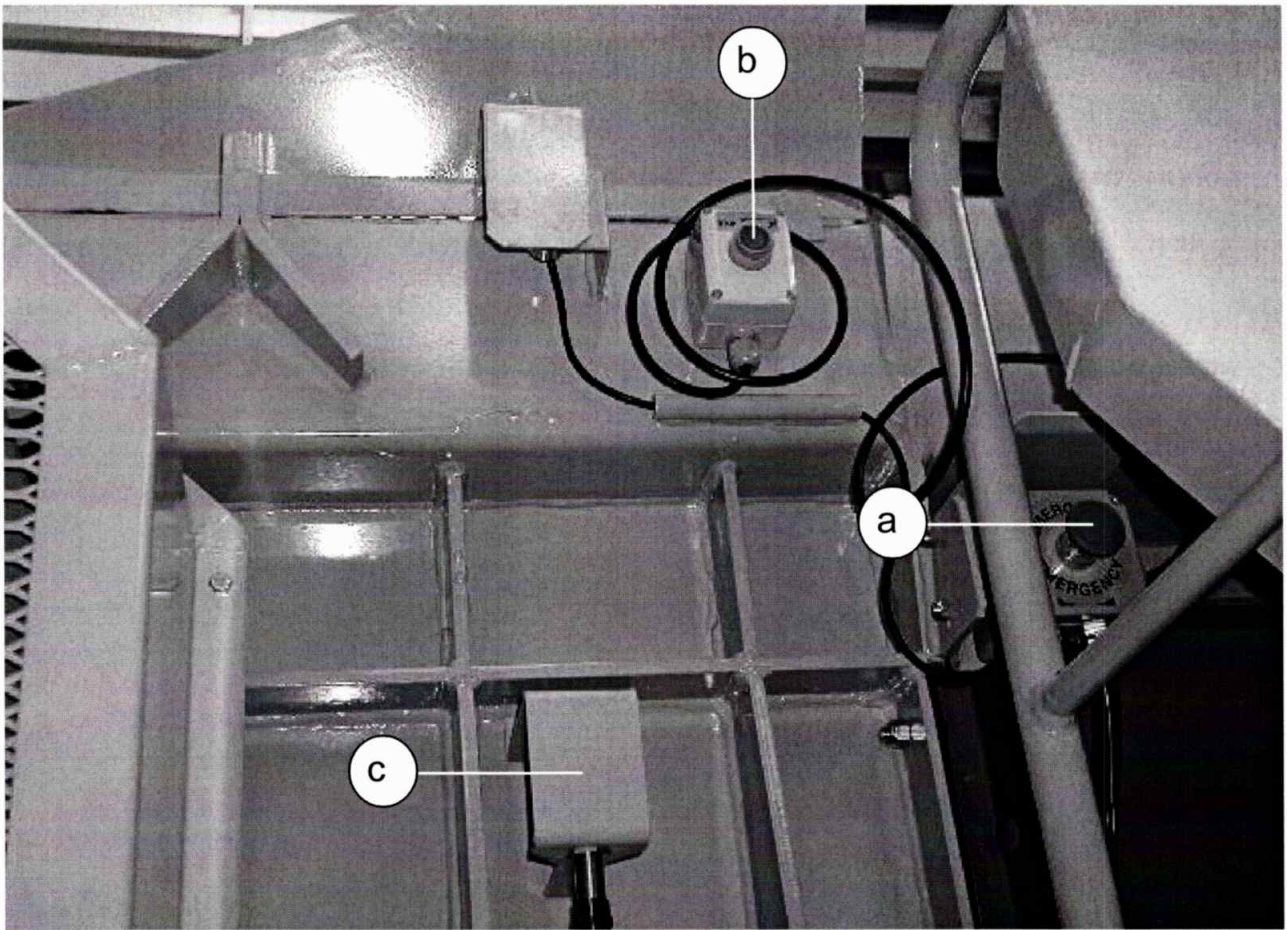
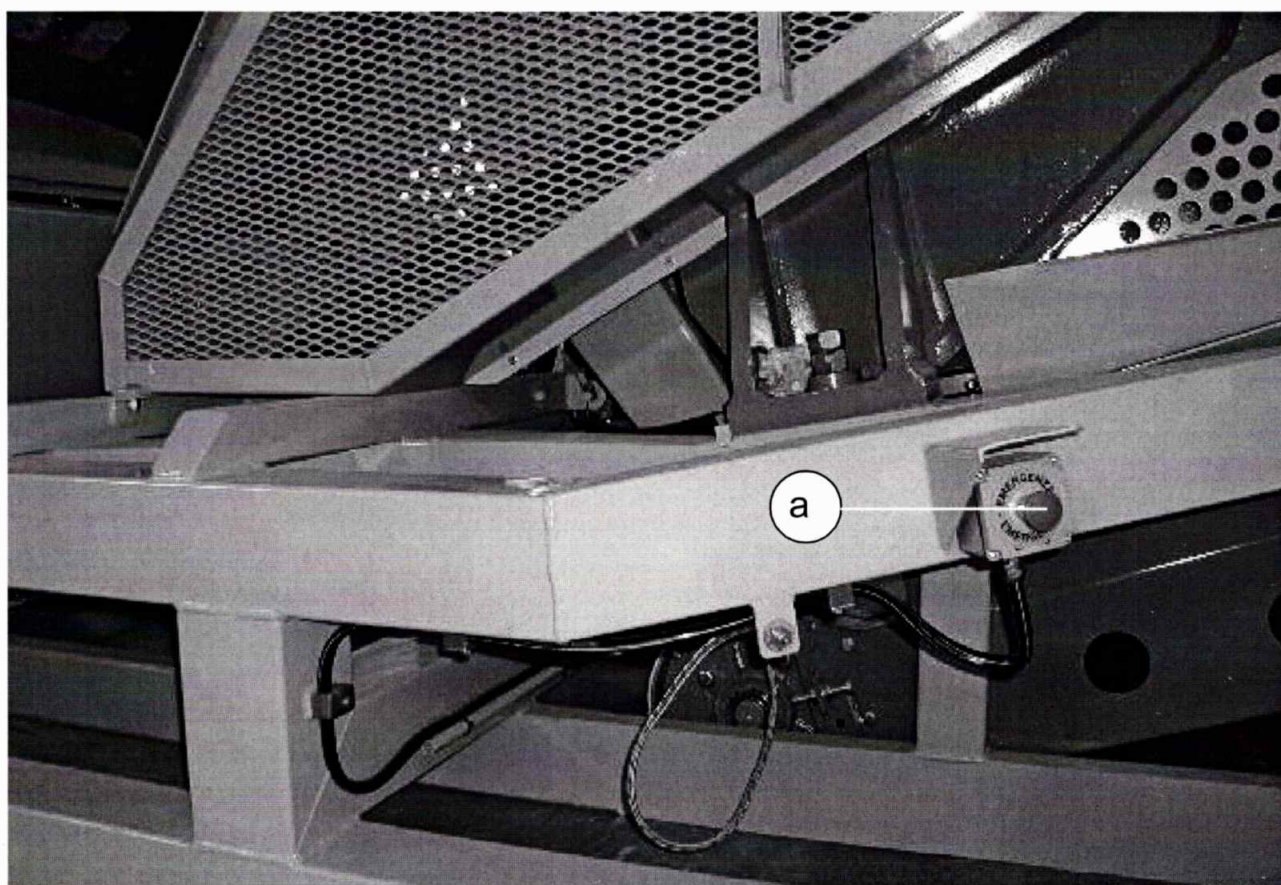

fig. 5.8.2
fig. 5.12.1
L'alimentatore ha la possibilità di essere fermato e riattivato tramite il pulsante sulla macchina (particolare (b) di fig. 5.8.2), e a distanza mediante il telecomando (radiocomando).
La macchina è dotata di una fotocellula (indicata dal particolare (c) di fig. 5.8.2) di limitazione del livello di materiale che alimenta il frantoio.
Per la pulizia della fotocellula bisogna inserire la mano lateralmente alle protezioni che si trovano su entrambi i lati della tramoggia del frantoio ed una delle quali è indicata dal particolare (c) di fig. 5.8.2.
In caso d'emergenza, la macchina può essere fermata dalle due fiancate (particolare (a) di fig. 5.8.2 e particolare (a) di fig. 5.12.1) e dal quadro elettrico di comando (particolare (18) di fig. 5.2.1).